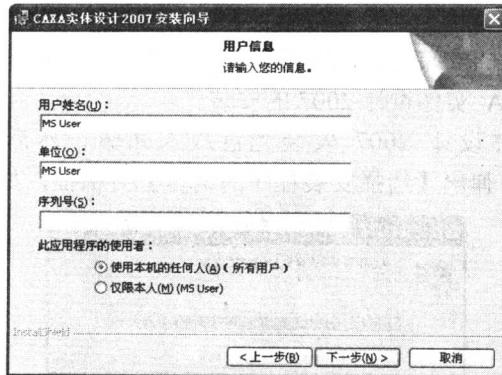

图 1-5 【用户信息】界面
(4) 单击【下一步(N)>】按钮进入【用户信息】界面，在此界面中可以输入使用者姓名和公司名称，如图 1-5 所示。